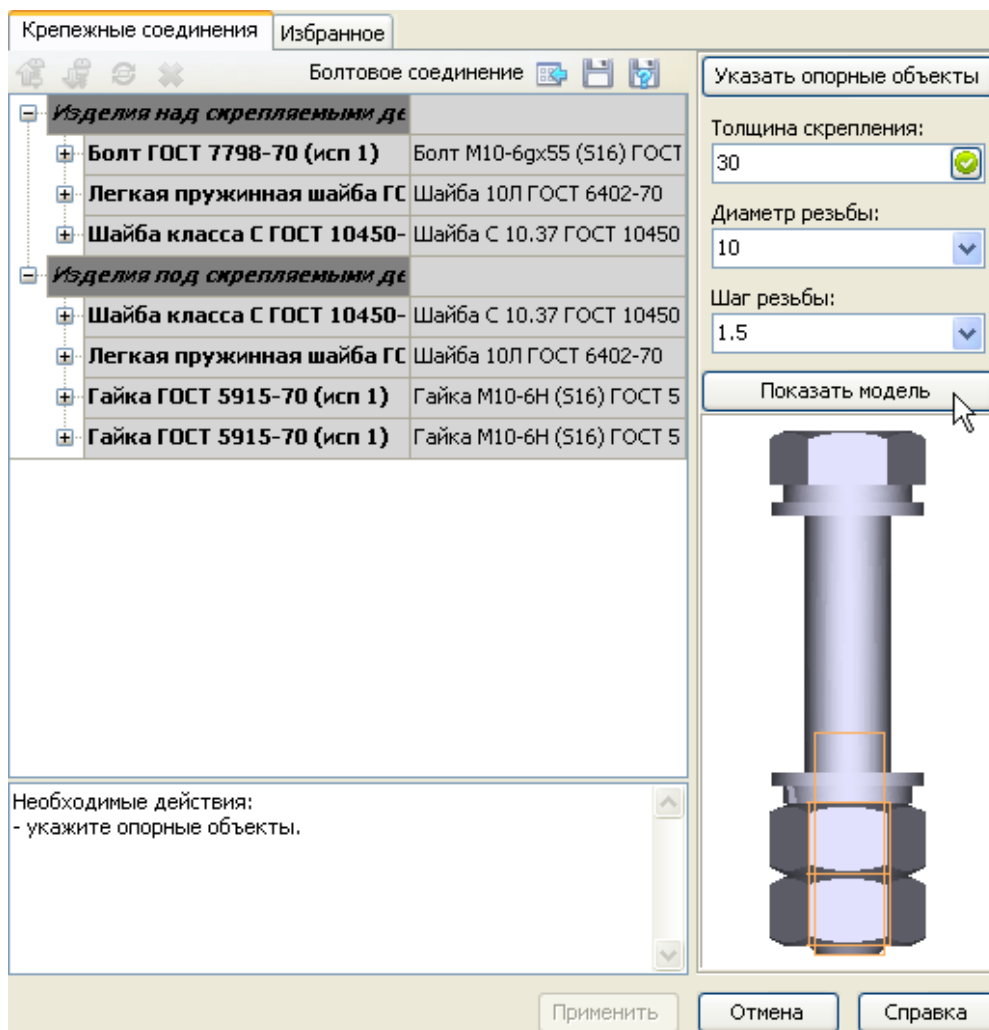

Рисунок 32
- В Области свойств, в правой части окна, нажмите кнопку Показать модель над окном предварительного просмотра (рис. 32).